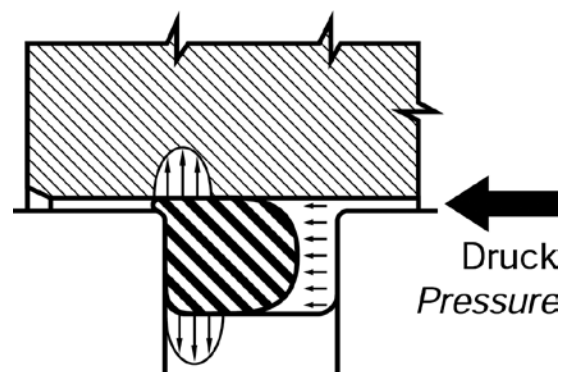

Bild 9.4
- Schließlich wirkt der Druck des Mediums auf den O-Ring ein und erhöht die Ausgangspressung (Bild 9.4).